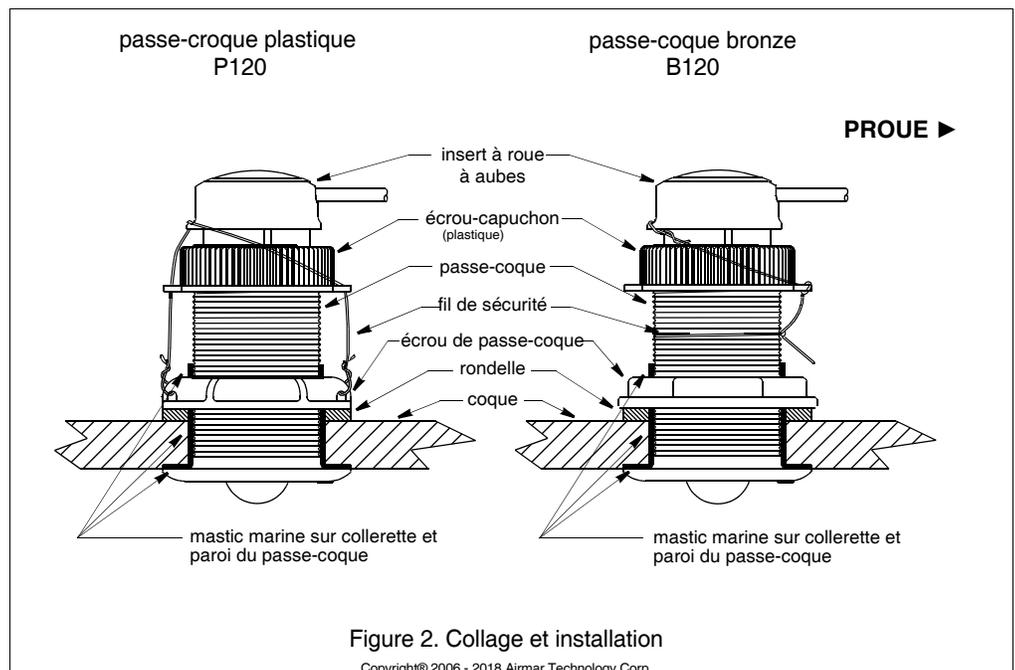

Figure 2. Collage et installation
Appliquez une couche de mastic d'étanchéité marine de 2 mm (1/16") d'épaisseur sur tout le pourtour de la colletterte du passe-coque devant être en contact avec la coque et sur la paroi verticale du passe-coque (Figure 2). *Le mastic doit couvrir une hauteur de 6 mm (1/4") au-dessus de l'épaisseur cumulée de la coque, de la (des) rondelle(s) et de l'écrou du passe-coque.* Cette précaution garantit la présence de mastic d'étanchéité marine sur le filetage au travers de la coque et le maintien en place de l'écrou de passe-coque.
1. Depuis l'extérieur de la coque, insérez le passe-coque dans le trou d'installation avec un mouvement rotatif de sorte à expulser l'excès de mastic d'étanchéité marine (Figure 2). *Orientez la flèche sur la colletterte du passe-coque vers la proue.* Si le capteur n'est pas installé sur l'axe longitudinal de la coque, décalez légèrement l'orientation du passe-coque vers l'axe longitudinal de sorte à l'aligner sur l'écoulement de l'eau contre la coque.
2. Extrayez l'insert du passe-coque en enlevant le fil de sécurité et en dévissant l'écrou-capuchon (Figure 2). Cette opération libère l'insert.
5. Insérez l'obturateur dans le passe-coque. Vissez l'écrou-capuchon sur plusieurs tours pour bien engager le filetage. *Tournez l'obturateur de sorte que l'ergot s'insère dans l'encoche du passe-coque.* Terminez le serrage de l'écrou-capuchon. **Serrez à la main** uniquement. Ne serrez pas exagérément. Reposez soigneusement le fil de sécurité (Figure 2).
10. Reposez soigneusement le fil de sécurité pour prévenir tout risque d'extraction inopinée de l'obturateur dans le cas improbable d'une rupture ou d'un vissage inapproprié de l'écrou-capuchon (Figure 2).